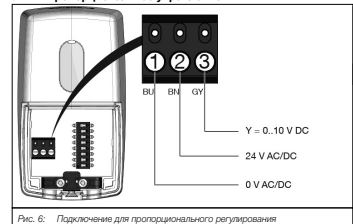

Рис. 6: Подключение для пропорционального регулирования
► Подайте напряжение в соответствии с необходимым типом управления см. схемы подключения на рис. 6 - 8